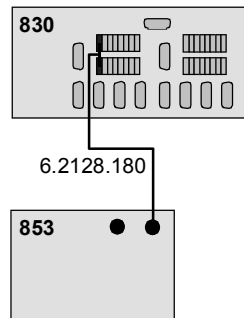

Abb. 4: Anschluss des 853 CO₂ Suppressor an das 830 IC Interface
- Der Wert der Event line, über die der 853 CO₂ Suppressor angesteuert wird, muss auf 1 gesetzt werden. Im obigen Beispiel handelt es sich um die Event Line 1, vgl. Abb. 4.